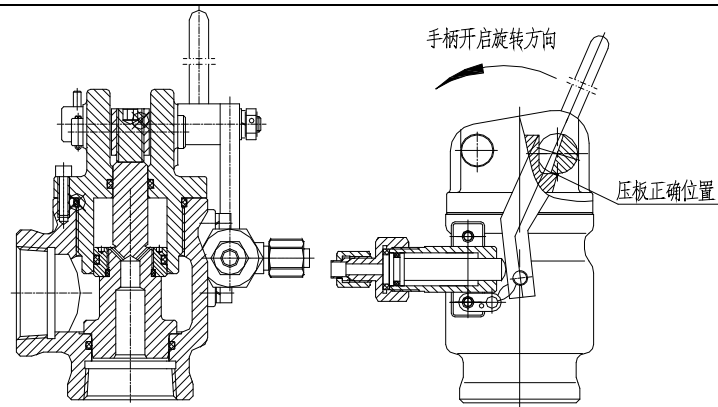

图 7 选择阀
3.1 结构组成结构 (图 7): 主要由阀体、阀芯、压臂、转臂、手柄及驱动气缸等组成。